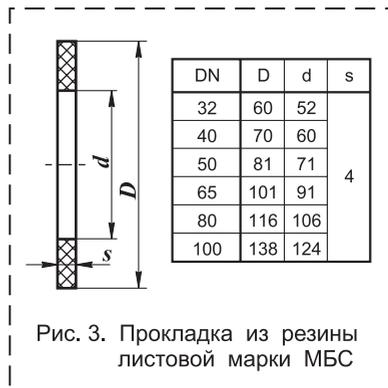
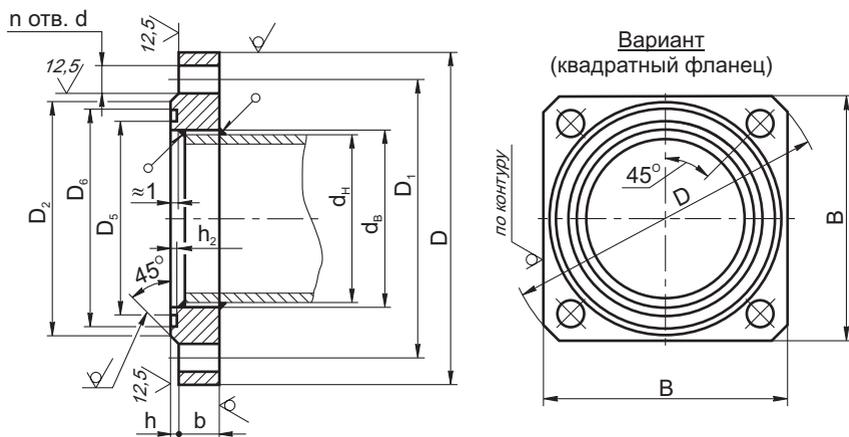

Рис. 3. Прокладка из резины листовой марки МБС
Рис. 4. Фланцы по ГОСТ 33259-2015 (исполнение уплотнительных поверхностей - D)
4.2.8 Монтаж муфтовых соединений выполнить с применением ленту ФУМ или аналогичного уплотняющего материала. Монтаж фланцевых соединений выполнить с применением прокладок из резины МБС средней твердости (Рис. 3). Ответные фланцы - стальные приварные по ГОСТ 33259-2015 (Рис. 4).